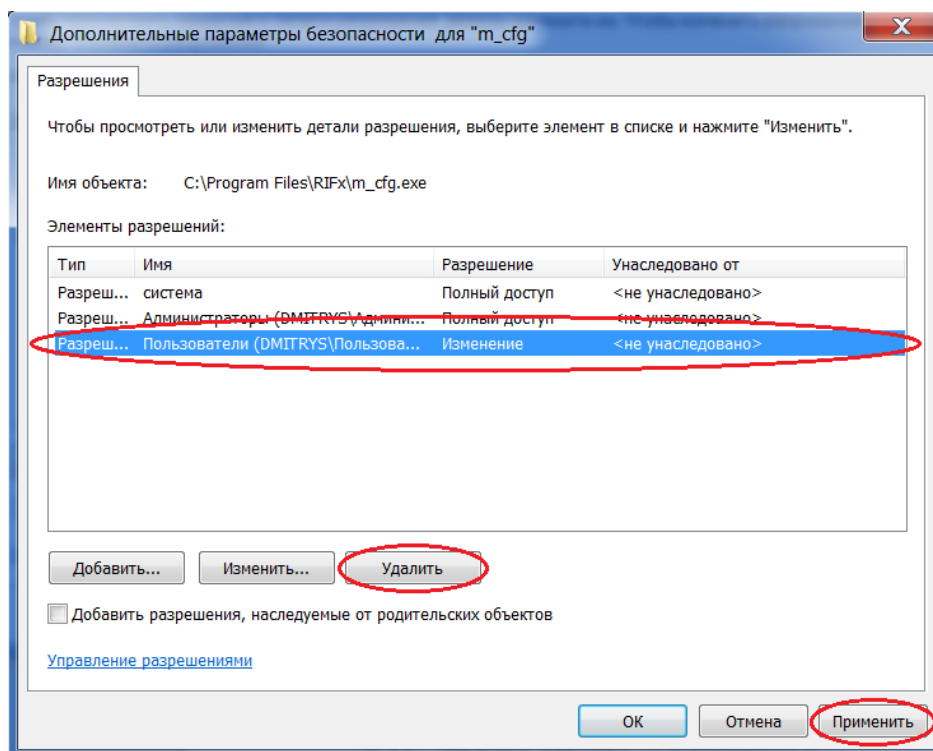

Рисунок A12.
5.10 Выбрать в поле «Элементы разрешений» пункт с «Имя» - «Пользователи («имя компьютера»\Пользователи)» левой кнопкой мыши; чуть ниже нажать кнопку «Удалить» (см. рисунок A12).